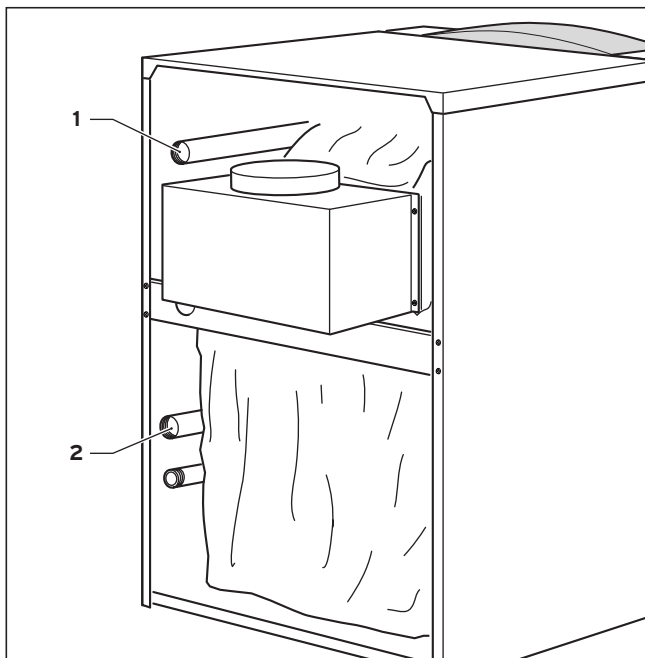

Fig. 4.1 Allacciamento sul lato riscaldamento
- Installare la mandata e il ritorno del riscaldamento in conformità ai dati illustrati in Fig. 4.1.